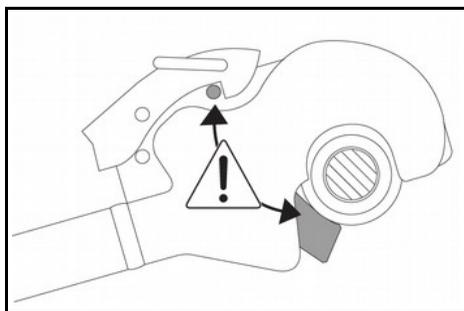

Fig. 9
**Assicurarsi che La leva di chiusura sia in posizione e completamente chiusa prima di sollevare l'attrezzatura (Fig.9)**